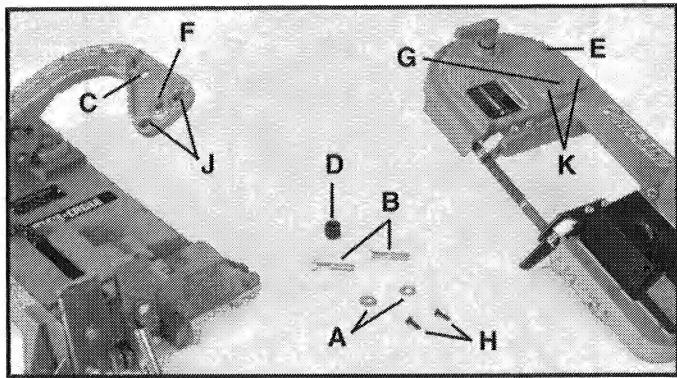

Fig. 7
- Monte una arandela plana (A), Fig. 7, en cada uno de los dos pernos (B).
- Introduzca uno de los conjuntos de perno y arandela (montados en el paso 2) a través del agujero (C) y el separador (D), y enrósquelo en el agujero de la sierra de cinta (E). Apriete el perno con los dedos.
- Introduzca el segundo conjunto de perno y arandela a través del agujero (F) y enrósquelo en el agujero de la sierra de cinta (G). Apriete el perno con los dedos.
- Introduzca los dos tornillos (H), Fig. 7, (son los dos tornillos que se quitaron en el paso 1) a través de los agujeros (J) y enrósquelos en los agujeros (K).